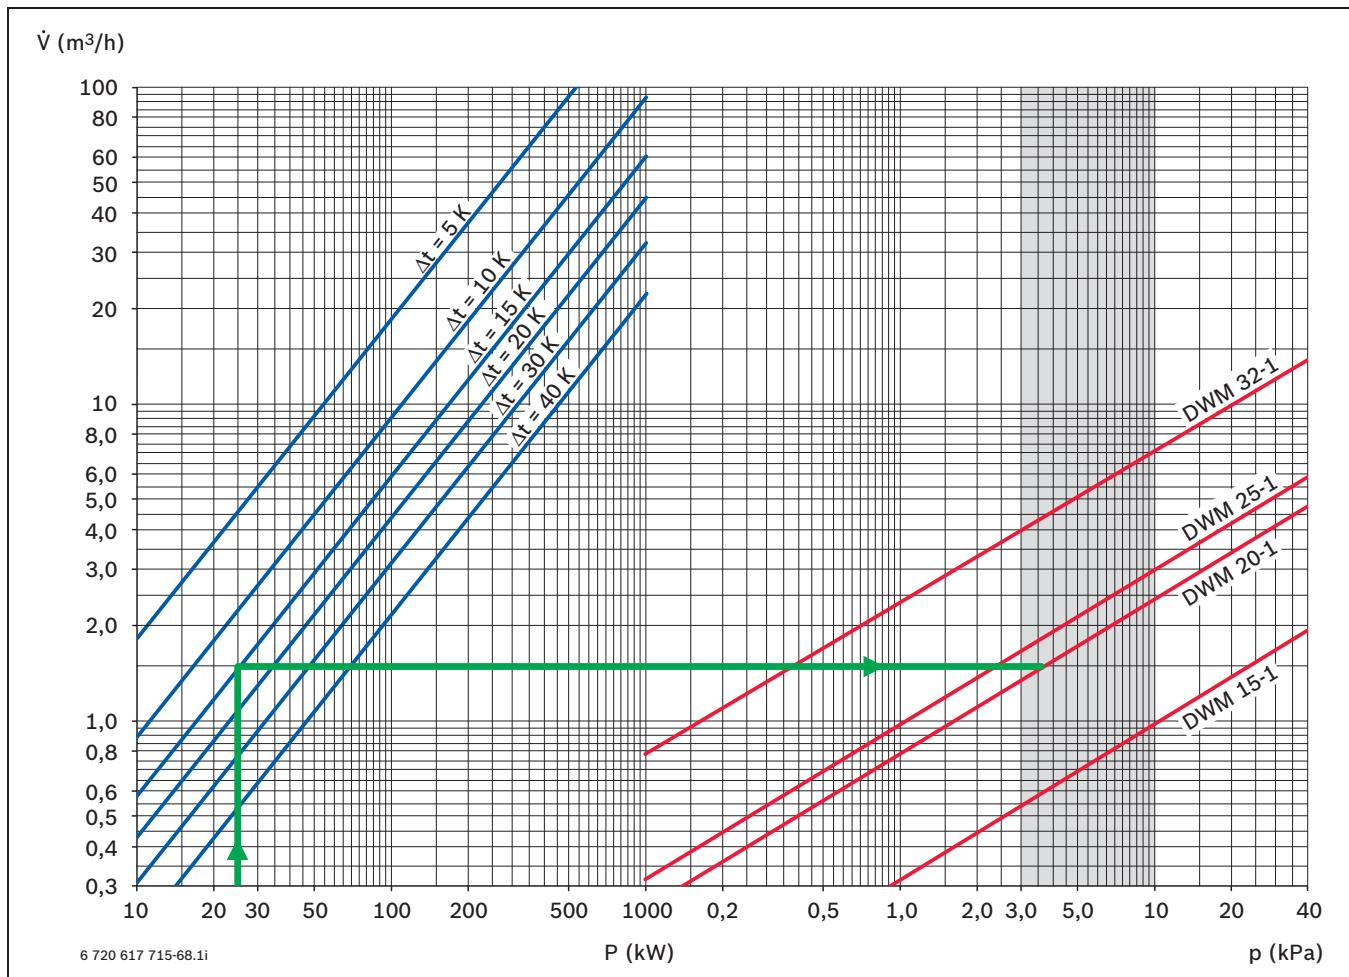

Bild 92 Auslegungsdiagramm für 3-Wege-Mischer
Um eine gute Reglercharakteristik zu erreichen, sollte der Druckabfall im Mischer etwa gleich dem Druckabfall des so genannten „mengenvariablen“ Teils des Rohrnetzes sein, also ebenfalls ca. 3,0 - 10,0 kPa. Dieser Zusammenhang liegt dem Dimensionierungsdiagramm (Bild 92) zugrunde.
- In der linken Hälfte von Bild 92 den Schnittpunkt von der Leistungslinie und der Temperaturdifferenzlinie suchen.
- In der linken Hälfte von Bild 92 den Schnittpunkt von der Leistungslinie und der Temperaturdifferenzlinie suchen. Dieser liegt bei dem Durchfluss von ca. $1,5 \text{ m}^3/\text{h}$.